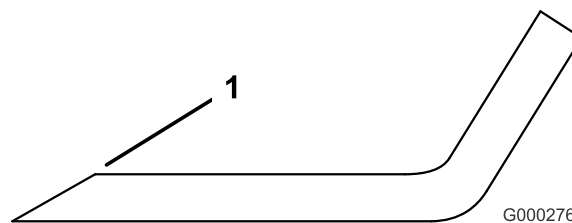

Figura 32
3. Esaminate i taglienti di tutte le lame, e affilatele se fossero ottusi o scheggiati. Affilate soltanto la parte superiore del tagliente e mantenete l'angolo di taglio originale per garantire l'affilatezza (Figura 32). La lama rimane bilanciata soltanto se viene rimossa una quantità uguale di metallo da entrambi i taglienti.